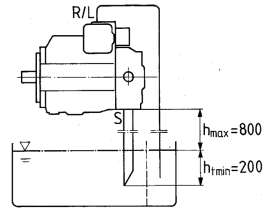

图4
b) 当油箱的最低液面比泵的上端低时，泄油口以及可能包括《S》口必须用管道连接（见图4）。情况如同1.2。在试运行前应用油液灌满泵体。
a) 如安装在油箱之上，请见图4。